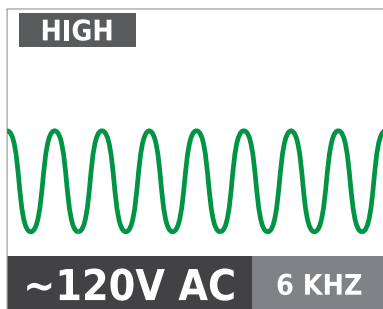

Figure 3.1b
3. Sélectionnez le mode de signal **ÉLEVÉ** pour la plupart des applications. L'écran apparaît comme indiqué en Figure 3.1b.